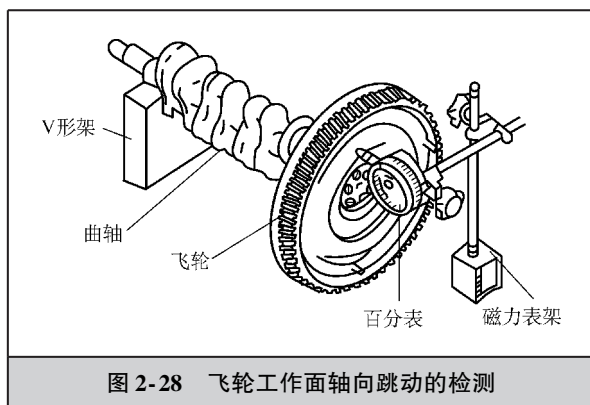

图 2-28 飞轮工作面轴向跳动的检测
(3) 飞轮工作面的检修 飞轮工作面磨损或起槽,深度超过 0.5mm 时,应光磨或精车后光磨。飞轮加工后,其厚度不得减少 1.20mm 。工作面波形槽深度不超过 0.5mm ,允许有不多于两道的环形沟槽,但必须消除毛刺。
(4) 飞轮工作面的端面圆跳动检测 将飞轮安装到曲轴上,用两 V 形架支撑曲轴,慢慢转动飞轮,测量其工作面的轴向圆跳动,如图 2-28 所示。